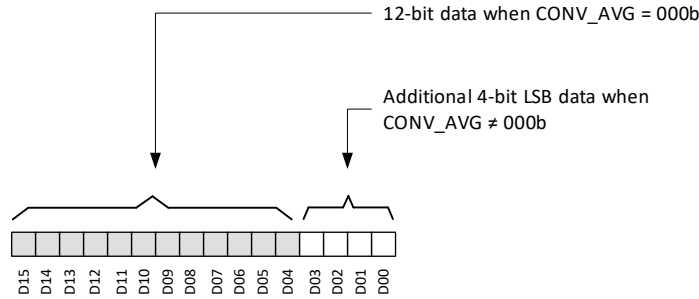

图 7-5. 磁传感器数据定义
X、Y 和 Z 磁传感器数据分别存储在 X_CH_RESULT、Y_CH_RESULT 和 Z_CH_RESULT 寄存器中。12 位 ADC 输出以二进制补码格式存储在 16 位结果寄存器中，如图 7-5 所示。在最快转换 (CONV_AVG = 000b) 的情况下，ADC 输出会将 16 位结果寄存器的 12 个 MSB 位以及 4 个 LSB 位加载为零。在 CONV_AVG ≠ 000b 的情况下，所有 16 位都用于存储结果。当 DATA_TYPE = 00b 时，可通过常规 32 位 SPI 读取来访问 16 位磁传感器数据。使用方程式 1 计算测量的磁场。
- D_i 是图 7-5 中所示的数据位。